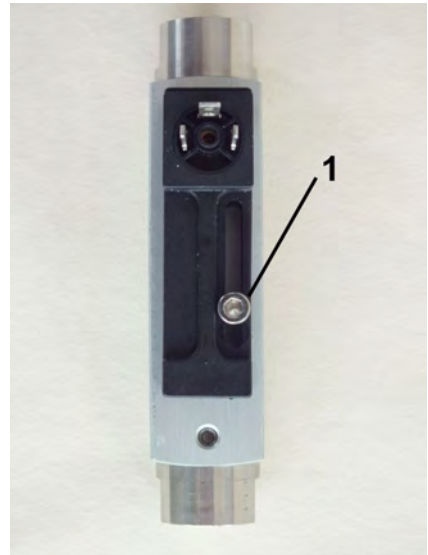

Abb. 31: Feststellschraube lösen
2. ➤ Die Feststellschraube des Schaltkontaktes (Abb. 31/1) mit einem Sechskant-Schraubendreher lösen.
6. → Feststellschraube des Schaltkontaktes (Abb. 31/1) mit einem Sechskant-Schraubendreher wieder anziehen. Dabei Schrauben-Anziehdrehmoment beachten.